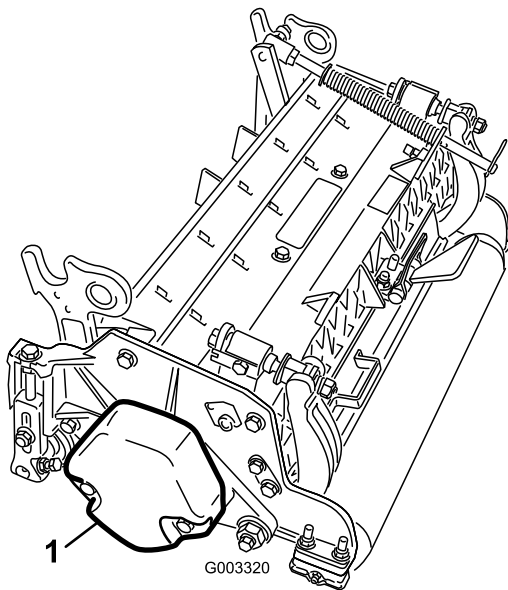

図 15
1. 2番、4番、6番カッティングユニットでは、カウンタ・ウェイトをカッティングユニットの左側に固定しているキャップスクリュ(2本)を取る。カウンタ・ウェイトを取り外す（図 15）。